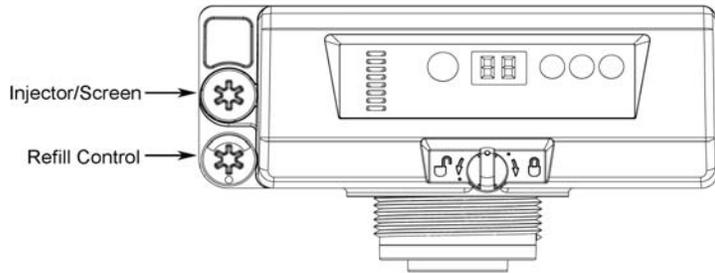

Figura 6
**AVISO:** No introduzca nunca la línea de drenaje en el drenaje, la línea de alcantarillado o cloaca (Figura 6). Deje siempre un hueco entre la línea de drenaje y el agua residual para evitar la posibilidad de que las aguas residuales entren al descalcificador.